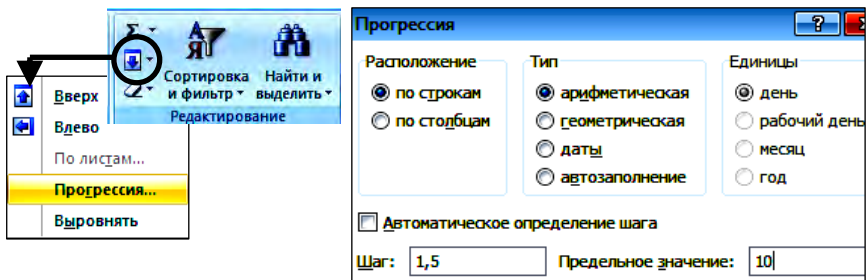

Рис. 1.2. Построение арифметической прогрессии
2. Выполнить команду *Заполнить и Прогрессия* в группе *Редактирование* вкладки *Главная* (рис. 1.2).